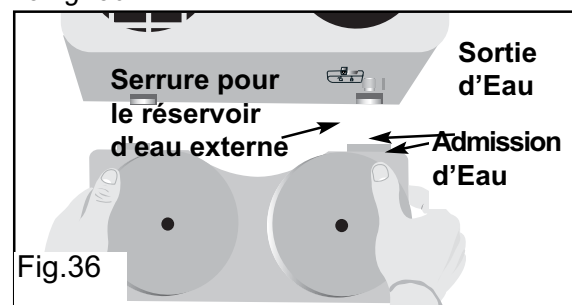

Fig.36
2. Placer le réservoir d'eau externe et assurez-vous que l'admission sur le réservoir d'eau est alignée avec la sortie de l'eau à l'arrière du cabinet. Voir la fig. 36.
Toujours vider le réservoir avant de tenter de déplacer ou de relocaliser l'unité dans un autre endroit. Afin d'éviter le débordement en vidant le réservoir d'eau externe, enlevez la couverture "A" (dentifié dans fig. 36) et inclinez soigneusement la partie découverte du réservoir externe vers l'évier.